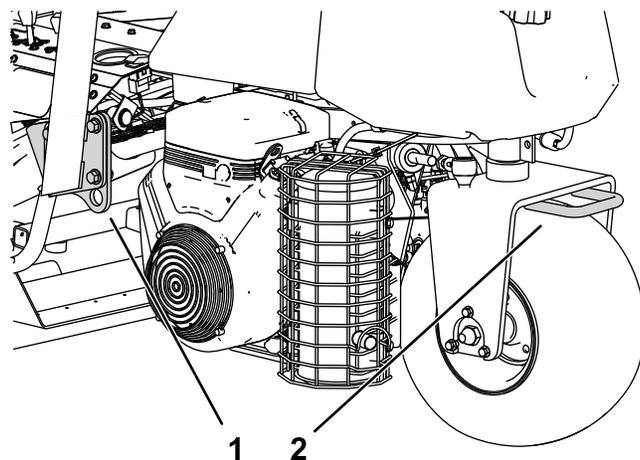

Figura 25
- Amarre la máquina firmemente con correas, cadenas, cables o cuerdas. Tanto las correas delanteras como las traseras deben orientarse hacia abajo y hacia fuera respecto a la máquina (Figura 25).